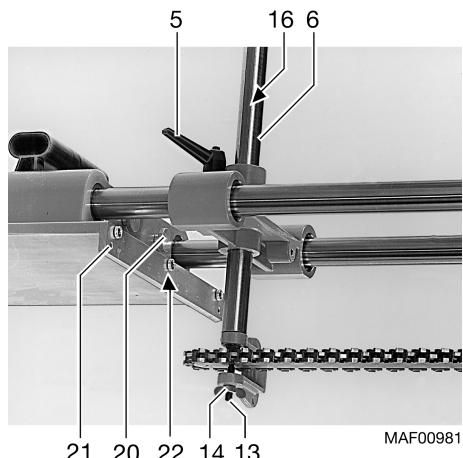

Abb. 3
- Am Schlitzgerät den Aufnahmeteil 3 (Abb. 3) ganz ausfahren.
- Zum Anbringen der Führungsschienenabstützung Gewindestift 13 (Abb. 3) nach Lösen der Flügelmutter 14 zurückdrehen, damit sich die Fräskette zwischen Gewindestift 13 und Abstützzapfen 15 (Abb. 3) hindurchbewegen lässt.
- Dann Gewindestift 13 (Abb. 3) mit Flügelmutter 14 sichern.
- Stützbrücke 4 (Abb. 3) zurückziehen.
- Gewünschten Abstand nach Maßstab 16 (Abb. 3) durch Verdrehen des Handgrifffes 10 (Abb. 3) einstellen und Klemmhebel 5, 7 und 8 wieder festspannen.
- Nach dem Schwenken Schrauben 17 und 18 (Abb. 3) wieder festziehen.
Die Stemmtiefe kann durch Anschlag 19 (Abb. 3) begrenzt werden.
Nach dem Einstellen des Schlitzabstands Stützbrücke 4 (Abb. 3) zur bestmöglichen Abstützung der Führungsschiene ganz nach vorne schieben und einrasten lassen.
Haltespitzen 20 (Abb. 3) in Gewinde 21 einschrauben. Grundplatte nach Skala 22 ausrichten und voll gegen das Holz drücken.